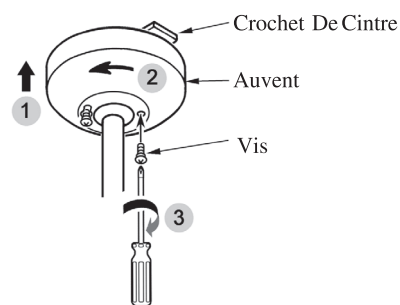

FIG.10
4. Montez la canopée sur la console de suspension et serrez les vis. (Voir fig.10)